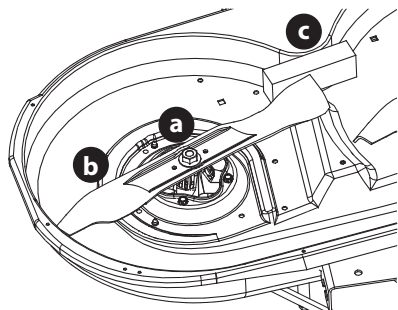

Figura 52
2. Coloque un bloque de madera (c) entre el alojamiento de la plataforma y el borde de corte de la cuchilla (b) para ayudar a aflojar la tuerca hexagonal (a) que fija la cuchilla (b). Utilice una llave de 15/16 pulgadas para aflojar la tuerca hexagonal (a) (Figura 52).